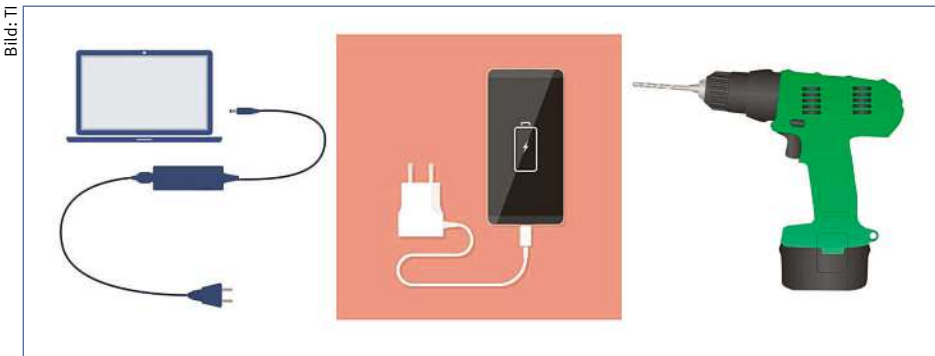

Bild 1: Unterschiedliche Geräte benötigen jeweils eigene Ladegeräte.
Für Anwender ist es ärgerlich, wenn sie für verschiedene elektronische Geräte jeweils ein eigenes Ladegerät verwenden müssen (Bild 1). Einen Lade-IC zu entwerfen, der für mehrere akkubetriebene Geräte mit unterschiedlichen Konfigurationen und verschiedenen Eingangsspannungsbereichen geeignet ist, kann allerdings kompliziert werden: Denn klassische Netzteile können nicht für alle Geräte benutzt werden. Außerdem sind herkömmliche USB-Netzteile auf eine Leistung von 5 bis 15 W begrenzt. Eine geeignete Alternative zum schnellen und effizienten Laden verschiedener Applikationen bietet USB-C Power Delivery (PD). Bei USB PD ist die Ausgangsspannung an verschiedene Geräte mit unterschiedlichen Akkukonfigurationen anpassbar und es werden Leistungen von 5 bis 100 W abgedeckt. Deshalb sind Lösungen mit folgenden Eigenschaften gefragt: